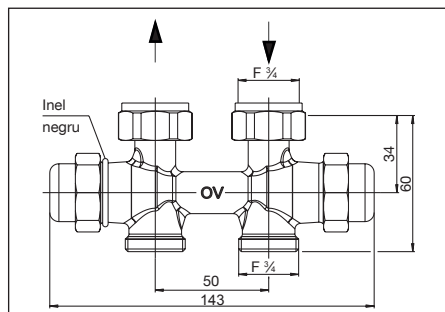
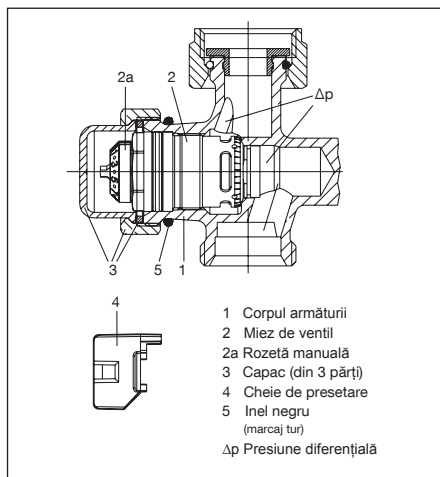
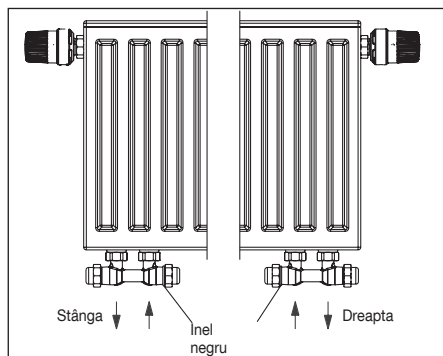

Fig. 3 Model drept
Fig. 5 Structura regulatorului de debit
Fig. 6 Racordarea pe stânga / dreapta
Debitul maxim poate fi reglat cu ajutorul cheii de presetare (poz. 4, fig. 5) (vezi punctul 6.2.1).
După conectarea aparatului de măsurare, se măsoară presiunea diferențială la corpul robinetului. În acest scop, se deșurubează mai întâi capacul (poz. 3, fig. 5), iar apoi se deșurubează miezul de ventil (poz. 2, fig. 5) cu ajutorul unelei „Demo-Bloc” și se măsoară în continuare presiunea diferențială cu ajutorul tijei de măsurare. De îndată ce valoarea măsurată este egală sau mai mare decât presiunea diferențială Δp min. (vezi 4.1), presiunea diferențială este suficientă pentru reglarea automată a debitului cu ajutorul armăturii.
Sensul de curgere prin robinetul „Multiflex FQ” trebuie să fie cel specificat (vezi fig. 3, 4 și 6). Este obligatorie respectarea poziției racordului de tur și retur. Teava de tur trebuie racordată la armătură pe partea regulatorului de debit, marcată cu un inel negru (poz. 5, fig. 5). Robineții colțari sunt disponibili în variantele pentru racordare pe partea stângă sau dreaptă (pentru racordare vezi fig. 6).
2. Deșurubați de pe corpul robinetului miezul de ventil „QA” (poz. 2, fig. 5) și miezul de izolare „Combi LR” de pe partea opusă folosind o cheie mărimea 19.
4. Demontați inelul negru (poz. 5, fig. 5) ce servește la marcarea racordului de tur și montați-l pe partea opusă (miezul de ventil „QA”).
Conductele trebuie instalate paralel și nu au voie să fie tensionate. Este obligatorie respectarea poziției racordului de tur și de retur pentru ca sensul de curgere prin armătură să fie cel corect. Partea la care trebuie racordată conducta de tur este marcată pe armătură cu un inel negru (poz. 5, fig. 5).
Se îndepărtează mai întâi capacul de pe tur (marcat cu inel negru, poz. 5, fig. 5).
Se efectuează presetarea dorită cu ajutorul cheii de presetare (poz. 4, fig. 5). Presetarea se poate efectua doar prin poziționarea cheii de presetare aferente pe rozeta manuală (poz. 2a, fig. 5). Acest lucru protejează robinetul împotriva manipulării de către persoane neautorizate.
1. Îndepărtați capacul de pe tur (marcat cu inel negru, poz. 5, fig. 5).
Miezul de ventil (poz. 2, fig. 5) se poate deșuruba de pe corpul armăturii (poz. 1, fig 5) cu ajutorul unelei „Demo-Bloc”, fără a fi necesară golirea instalației.